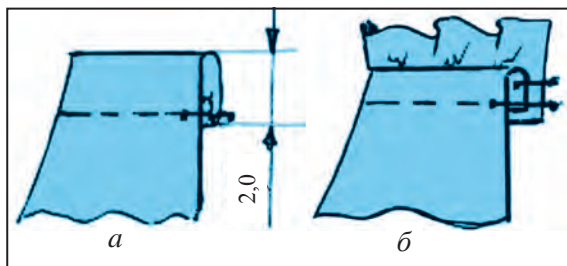

Рис. 46. Обработка грудной части фартука.
2. В промежутке 0,1 см от стёганных швов на машинке протрачивается строчный ряд и стёганные нити снимаются, швы обрабатываются влажно-тёплым способом (рис. 46, а).
4. Если деталь-украшение будет состоять из складки, то одна его сторона отделяется намёточной стёжкой (рис. 46, а).
5. На второй стороне детали украшения в 4 мм величины строчки проводится машинный шов (рис. 46, а) и эта деталь-украшение натягивается до подравнивания с длиной грудно-передней верхней части фартука, и собирается складка (рис. 46, б).